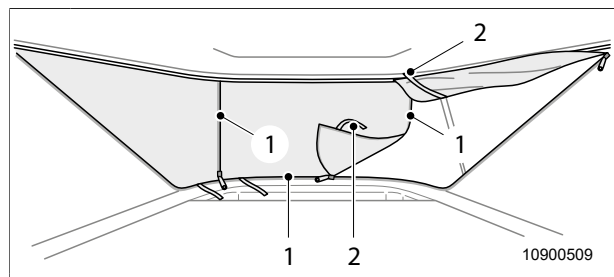

Bild 40 Cabrioletfunktion
1. Öppna blixtlåsen (Bild 40, pos. 1).
2. Dra ihop sovtaket och sätt fast med kardborrbanden (Bild 40, pos. 2).